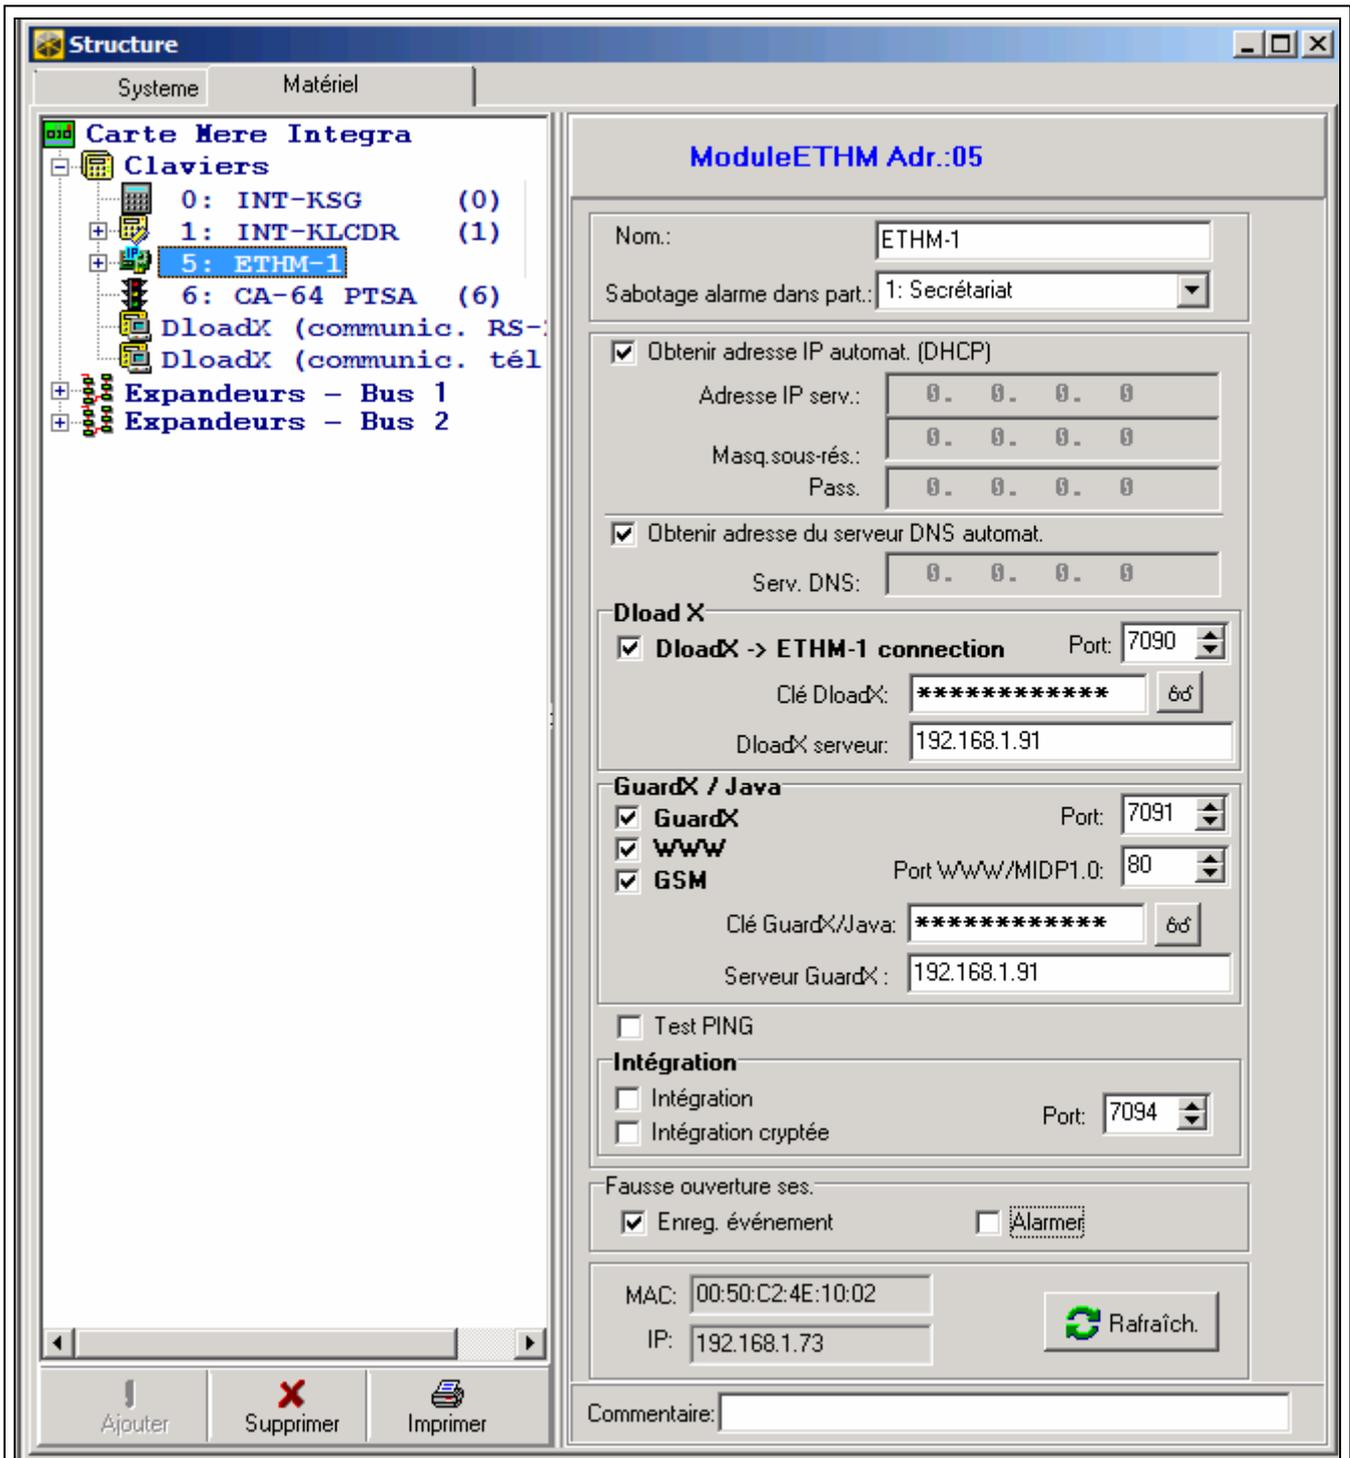

Fig. 4. Logiciel DLOADX : réglages du module ETHM-1 connecté à la centrale INTEGRA.
- logiciel DLOADX : →fenêtre « Structure » →onglet « Matériel » →branche « Claviers » →[cliquer sur le modules dans la liste de dispositifs] (voir : fig. 4).
Si le module est raccordé à la centrale INTEGRA / INTEGRA Plus, l'adresse IP peut être lue dans le logiciel DLOADX (elle est indiquée au-dessous des paramètres du module – voir : fig. 4).